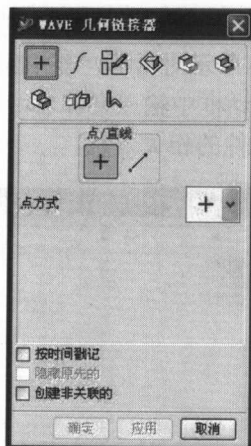

图 1-14 WAVE 几何链接器对话框
(3) 系统提供了两种建立模型的方法: 第一种是直接建立几何对象, 如果不要求组件之间在新组件中用 UG 建模方法建立和编辑几何对象, 而且不要求组件之间的尺寸关联; 第二种是建立关联几何对象, 选择【装配】→【WAVE 几何链接器】选项或者单击图标 , 系统弹出如图 1-14 所示的对话框。利用图示选项, 可以引用其他部件的几何对象到当前的工作部件中, 再用这些几何对象生成几何体, 详细讲述参见 1.3.4 节。